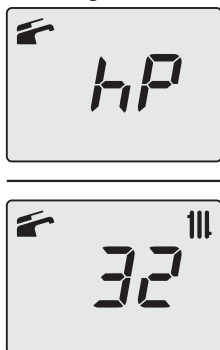

Figura 9.24
- Premendo il tasto 15 (Figura 9.20) è possibile variare la potenza in modalità spazzacamino: con visualizzazione sul display LCD delle lettere **hP** che si alternano con il valore di temperatura dell'acqua di riscaldamento (es.**32**), siamo in "funzione spazzacamino" alla potenza minima in riscaldamento (Figura 9.24).